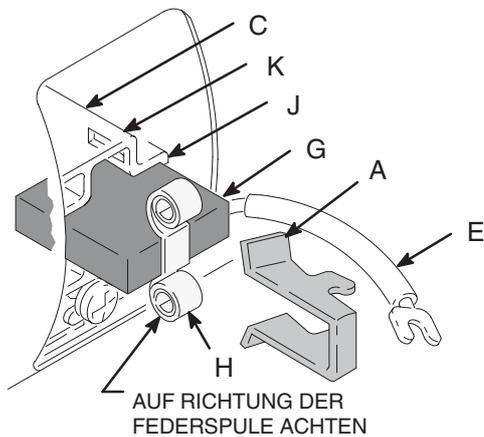

Abb. 4
8. Abb. 4. Neue Bürste (G) mit Kabel in langem Schlitz (J) des Bürstenhalters (C) einbauen.
10. Abb. 4. Feder (H) auf die Bürste (G) geben.
11. Abb. 4. Federclip (A) installieren. Niederdrücken, um in den kurzen Schlitz (K) in dem Bürstenhalter (C) einzuhaken.